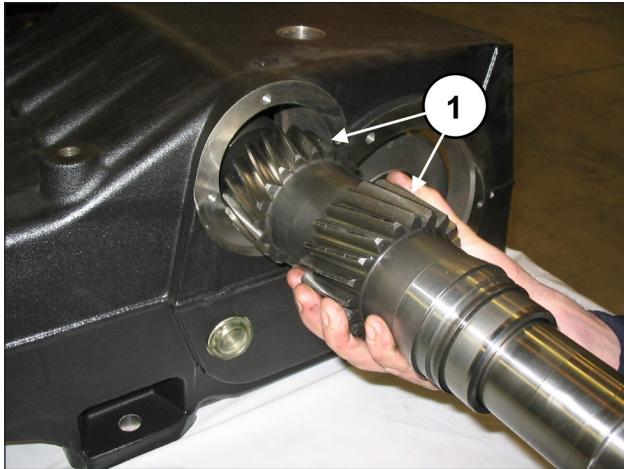

Fig. 55
Inserire l'albero PTO premontato all'interno del carter (pos. ①, Fig. 55) inserendolo dalla parte opposta a quella in cui sono stati premontati l'anello esterno del cuscinetto e la bussola di lubrificazione cuscinetti.
L'inserimento dell'albero PTO nel carter deve essere effettuato in modo che la dentatura risulti orientata come in Fig. 55.